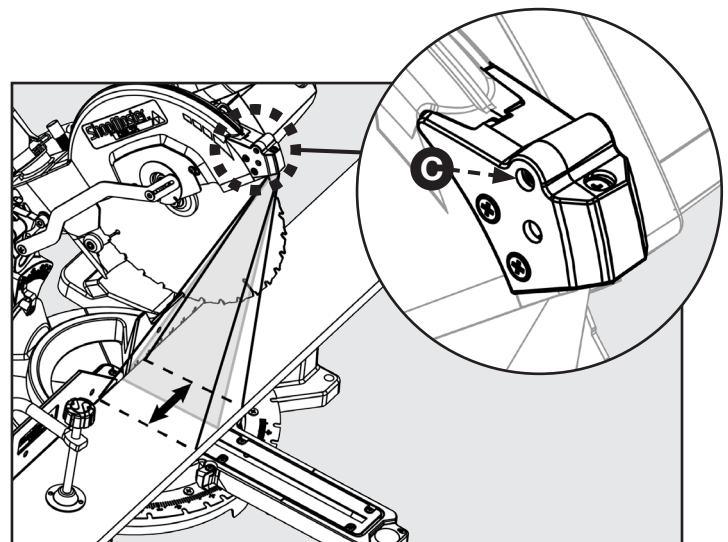

FIGURA 25
Si advierte que la línea láser está desviada de la línea de corte real, consulte la Figura 25 y siga estas instrucciones: utilice un destornillador Phillips para girar el tornillo (C) para ajustar el desvío.